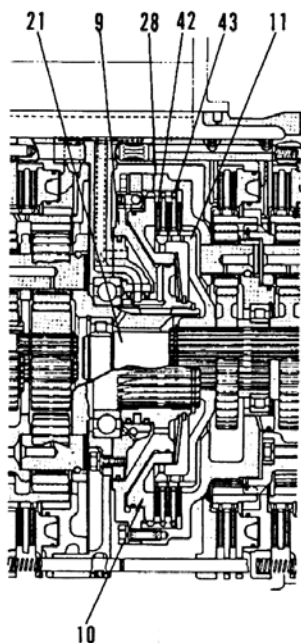

Рис. 5-15.
#### (4) Вращательная муфта (1-я скорость, муфта № 3) (Рис. 5-15)